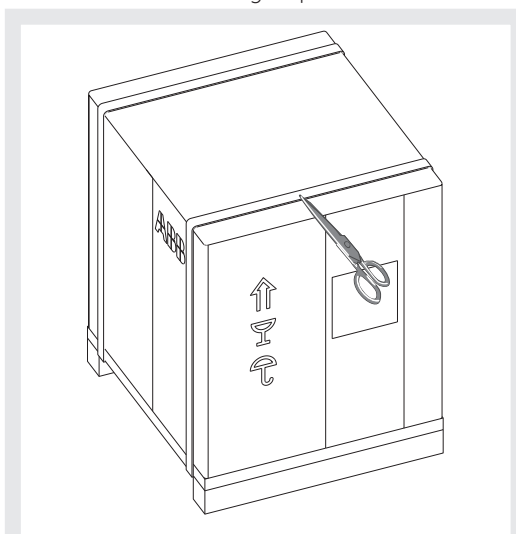
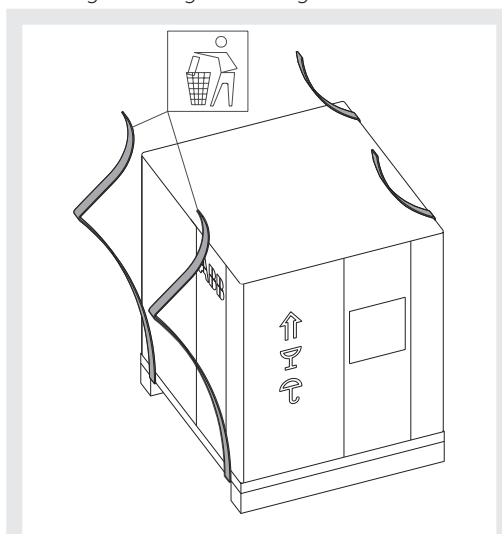

Figure 6
Figure 7
1. Enlever les cerclages qui entourent le carton d'emballage. Voir Figure 6 et Figure 7.